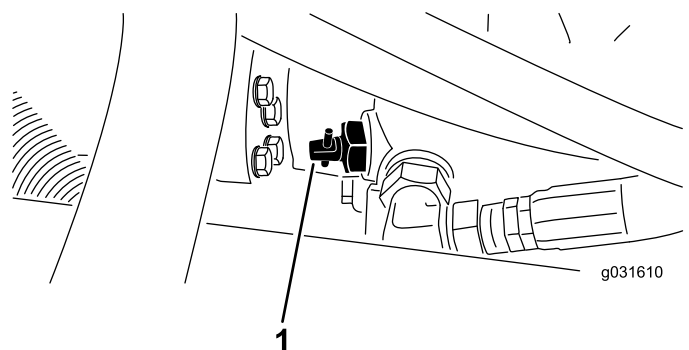

Figura 29
1. Individuate la valvola di bypass sulla pompa (Figura 29) e allentatela con una rotazione di 90° (1/4 di giro).